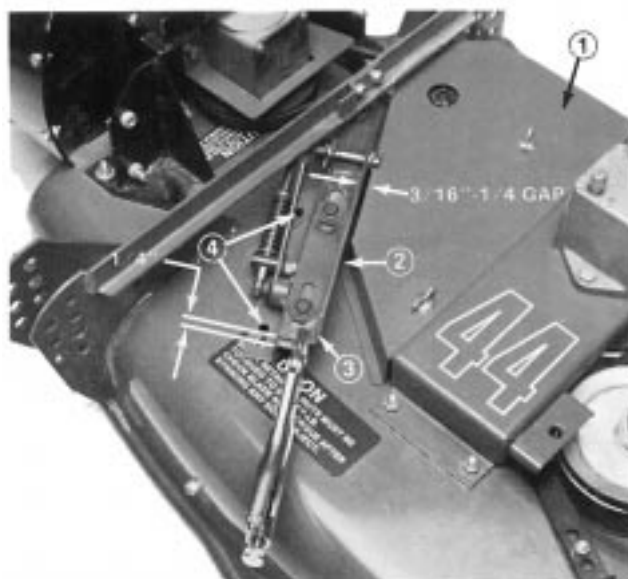

Figure 12
21. Monter le nouveau carter de courroie (Fig. 12).
Remarque : Sur les unités de coupe plus anciennes avec système de fixation à boutons, découper les trous de fixation 1/4 de tour prévus dans le nouveau carter de courroie (Fig. 12).
1. Régler la glissière de tension pour qu'il y ait $1/4"$ (6 mm) entre l'extrémité de la glissière et l'extrémité du support de montage. Serrer la glissière pour conserver cette position durant le montage sur le carter de lame (Fig. 12).
2. Mettre l'ensemble de tension en position sur le carter de lame. Le bord de l'ensemble doit être parallèle au carter de courroie, avec un écart de $3/16-1/4"$ (5 à 6 mm) (Fig. 12).
3. L'ensemble de tension étant serré, engager fermement le galet tendeur dans la courroie du ventilateur (Fig. 12).